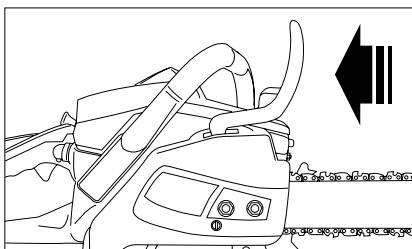

Abb. 4
2. Stellen Sie das Blech der Kettenbremse in die Arbeitsstellung, ziehen Sie dazu den Hebel. Vergewissern Sie sich, dass die Kette um die Schiene herumdreht (Abb. 4).